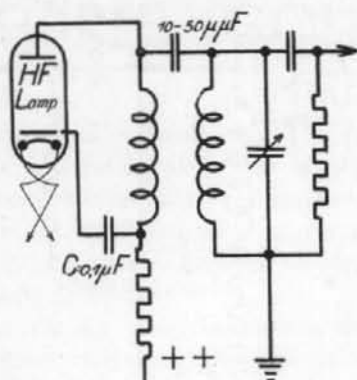

FIG. 3.
2. Koppeling door middel van een smoorspoel of weerstand met kleine koppelcondensator. Fig. 3.